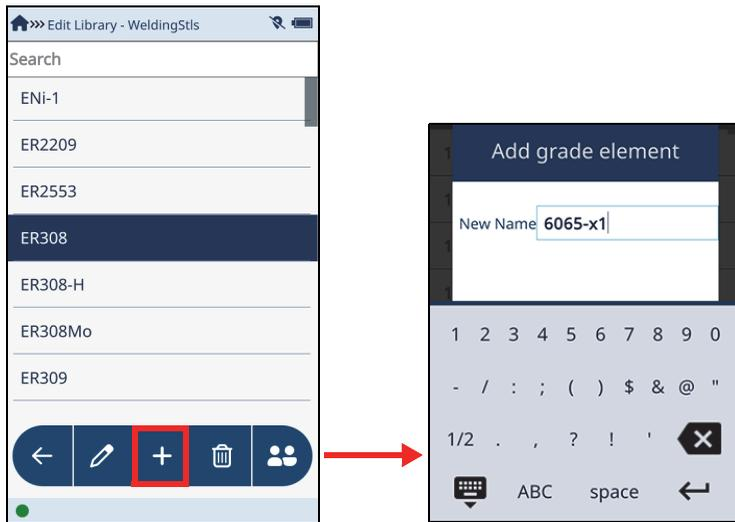

图 2-83 编辑库屏幕（左图），添加牌号元素对话框（右图）
1. 在**Grade Libraries**（牌号库）屏幕中，点击**Edit**（编辑）按钮（），打开**Edit Library**（编辑库）屏幕（参见第94页的图 2-83）。
2. 点击**Add**（添加）按钮（），以打开**Add Grade**（添加牌号）对话框（参见第94页的图 2-83）。